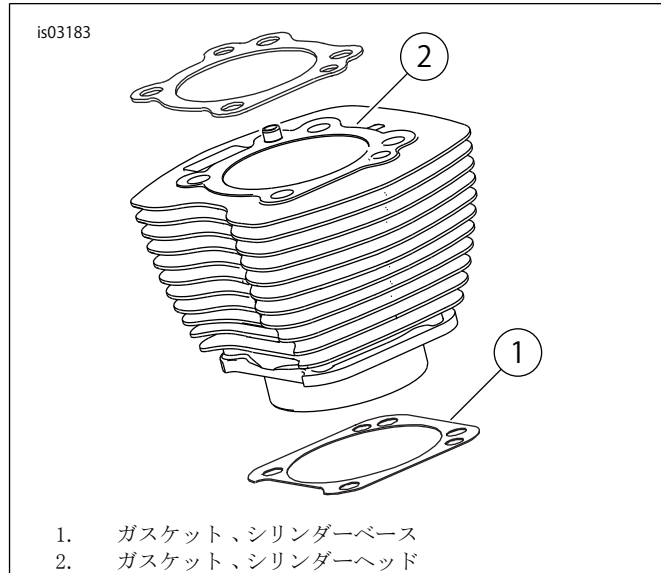

図1. シリンダーガスケット
- ・「図1」を参照。103.1mm(4.060インチ)シリンダーベースガスケット(1)およびシリンダーヘッドガスケット(2)を使用すれば、Oリングは不要になります。シリンダーダボまたはシリンダースピゴットにはOリングを使用しないでください。